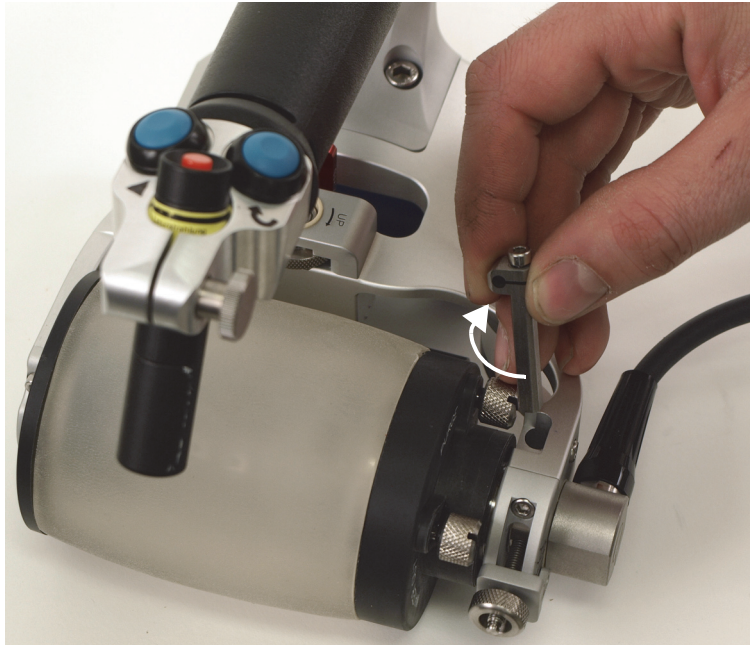

Figura 6-40 Remoção e rotação do suporte do codificador alternativo a 90°
9. Somente para o modelo não XL, remova o suporte do codificador alternativo de sua cavidade de armazenamento (Figura 6-40 na página 121).